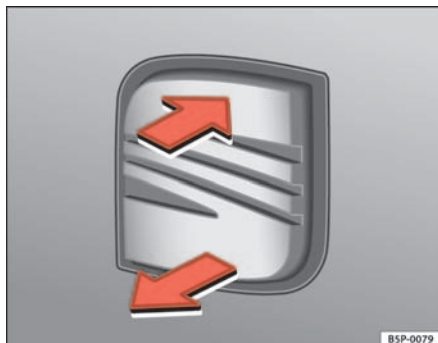

Fig. 67 Portón trasero: apertura desde fuera
- Tire de la maneta y levante el portón ⇒ fig. 67. El portón se abre automáticamente.